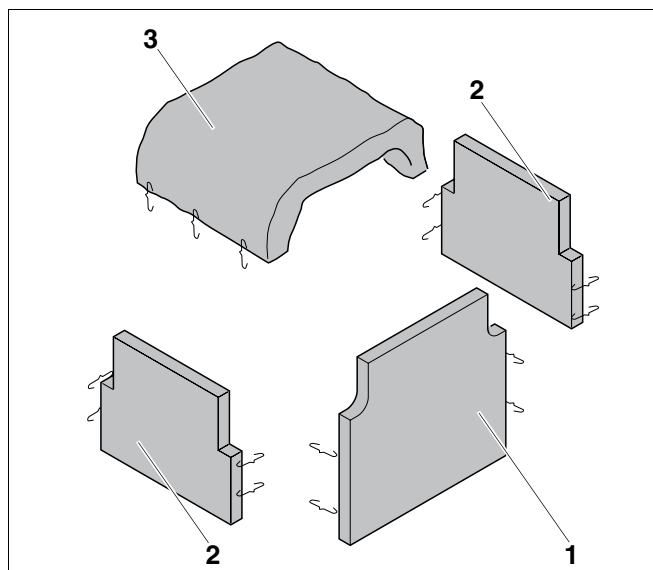
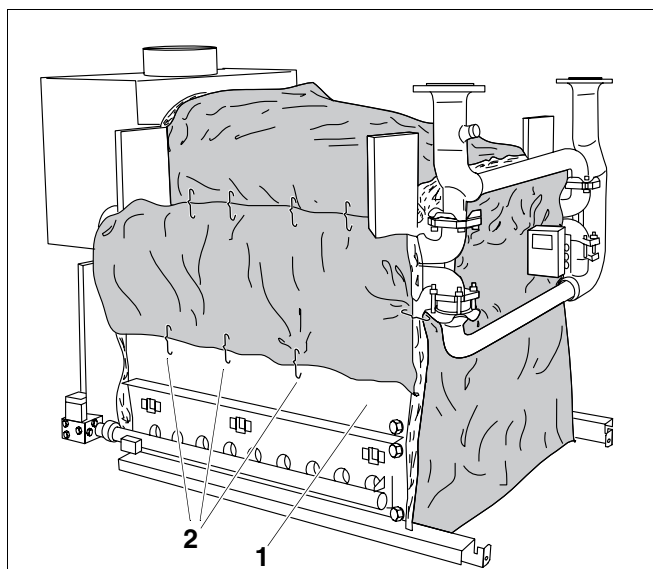

Fig. 49 Izolația termică
Fig. 50 Izolația termică montată
- Izolația termică la colectorul de gaze arse (fig. 49, **poz. 3**) se poziționează în partea superioară a colectorului de gaze arse.
- Izolația termică la părțile laterală a blocului de cazan (fig. 49, **poz. 2**, izolație termică decupată în formă dreaptă) se poziționează la blocul de cazan în apropierea butucului mare.
- Izolația termică pentru părțile laterale a blocului de cazan (fig. 49, **poz. 2**) se poziționează în partea inferioară a capacului de curățare pentru arzătorul pe gaz (fig. 50, **poz. 1**) și se prinde cu arcuri de prindere (fig. 50, **poz. 2**) la capatul de curățare în deschiderile prevăzute.
- Izolația termică de la partea din față (fig. 49, **poz. 1**) se poziționează la partea din față a blocului de cazan și se prinde cu arcuri de prindere. Izolația termică se prinde și în zona inferioară.